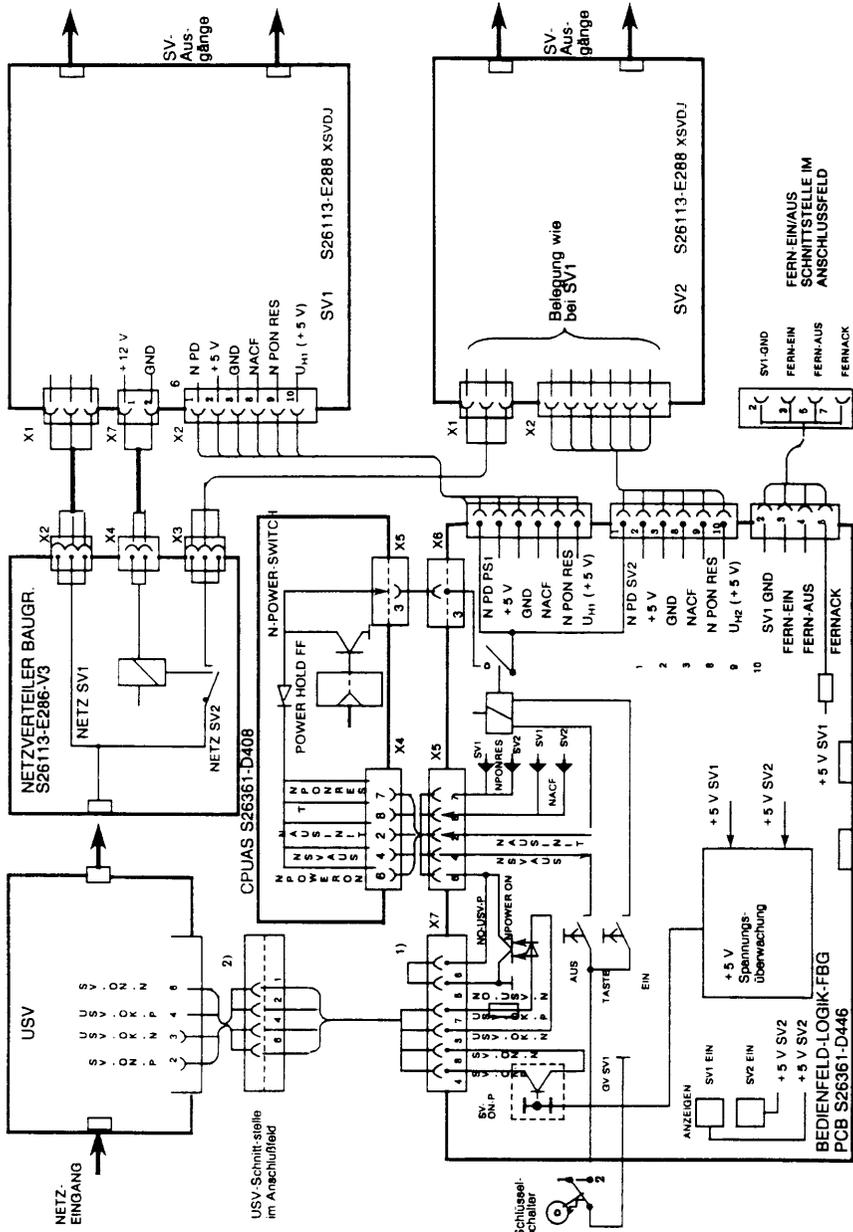

Abb. 3: Einschaltkreis und Überwachung des SV-Systems MX300
1.12.2 Zentrale Stromversorgungssteuerung (siehe Abb. 3)